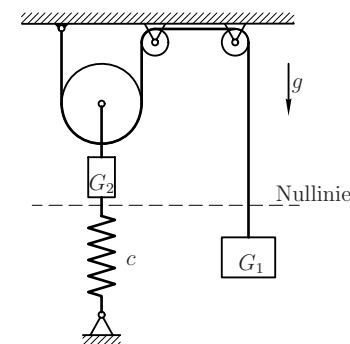

Bild 2.16: Flaschenzug mit Feder im Gleichgewicht
An einem Flaschenzug mit einer Umlenkrolle hängen zwei Gewichte G_1 und G_2 . Am Gewicht G_2 ist zusätzlich eine lineare Feder der Steifigkeit c befestigt, Bild 2.16.
- Wie groß ist die Auslenkung x_2 des Gewichtes G_2 in Abhängigkeit von x_1 ? Tragen Sie zunächst x_1 und x_2 in Bild 2.16 ein.
- Wie muß das Verhältnis zwischen G_2 und G_1 mindestens sein, damit das System eine Lage ähnlich der im Bild 2.16 gezeigten einnimmt?